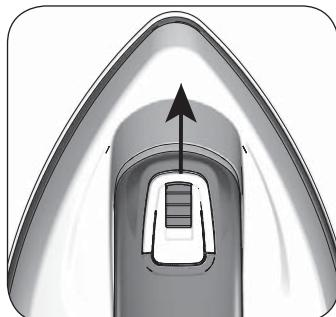

Fig. 10
2. Presione y mantenga presionado el botón del vapor (F) repetidamente hasta que salga el vapor. El vapor no sale inmediatamente al pulsar el botón del vapor porque el agua tiene que pasar desde el depósito al generador de vapor.
4. Colocar el tejido sobre una mesa de planchar. Pasar el aparato sobre la prenda. Presione y mantenga presionado el botón del vapor (F).
5. Para que emita un chorro continuo y constante de vapor, pulsar el botón del vapor. Desplace hacia arriba el cursor de bloqueo para el vapor continuo (Fig. 10).